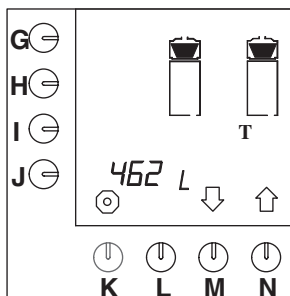

Fig. 28 Totaalteller koffiezetsysteem
- De totaalteller verschijnt in het display. Het totaal aantal liters koffie, die gedurende de levensduur van het apparaat zijn gezet, zijn af te lezen in het display (fig. 28).